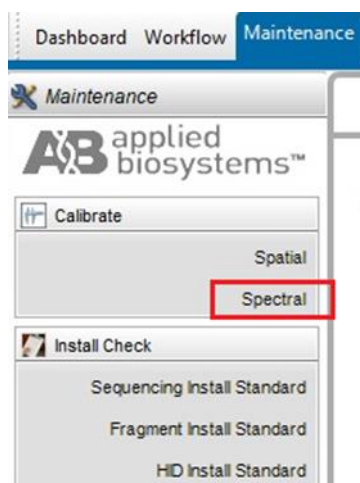

Рисунок 12
2. В открывшейся вкладке слева в разделе «**Calibrate**» выбрать «**Spectral**» (рисунок 12).